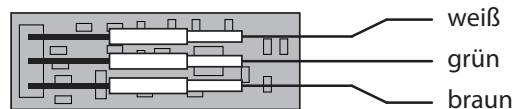

Abb. 20
2. Die Anschlussfolge der Platine entnehmen Sie bitte der Abb. 20, sowie Seite 18.